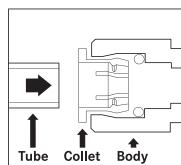

Рис. 1
- ▷ Вставьте трубопровод под прямым углом (Рис. 1).